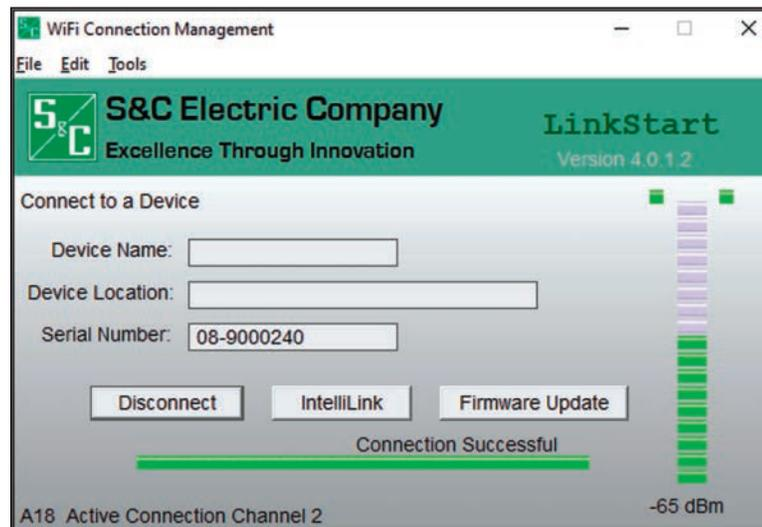

Figura 25. Indicación de conexión finalizada con éxito.
PASO 5. Cuando la conexión se haya realizado correctamente, haga clic en el botón **Firmware Update (Actualizar Firmware)**. Ver Figura 25.